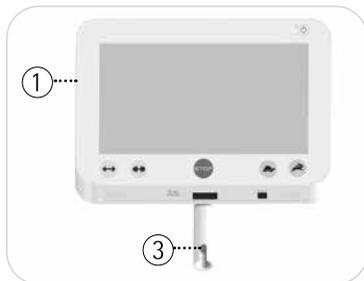

Abb. 4.3, 4.4
siehe Abb. 4.3, 4.4 Nehmen Sie die Bedieneinheit ① aus der Verpackung. Schieben Sie die Bedieneinheit ① vollständig bis zur Sechskantmutter M22 ⑤ auf die Halterung ②.